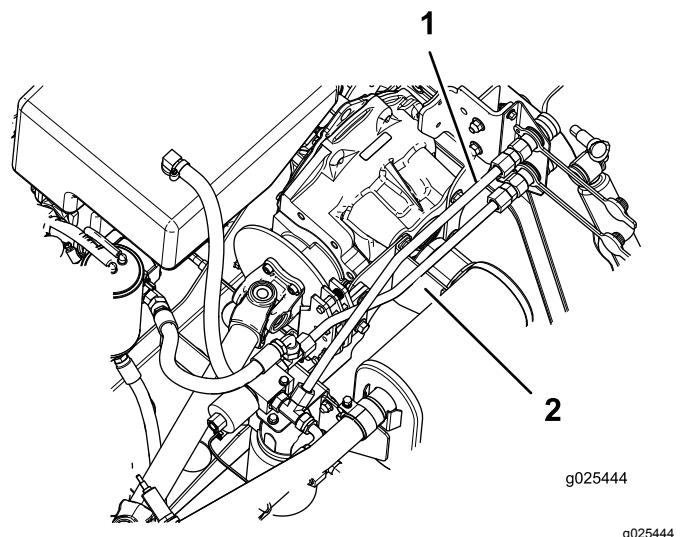

図 10
| 2. 上側のクイックカップラとマニホールド側面のT字フィッティングに、上部用の油圧ラインを仮付けする図 10。 | |
1. 下側のクイックカップラとマニホールド後部のT字フィッティングに、下部用の油圧ラインを仮付けする図 10。